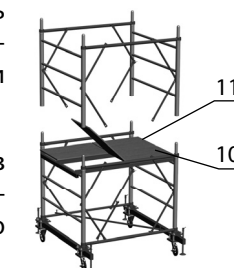

рис. 3
- Установить настилы с люком (10) и без люка (11) на верхние перекладины лестниц и аналогично собрать следующую секцию (рис. 3).